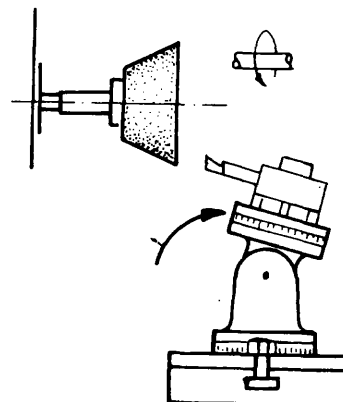

Fig. 5
- a Posicione la cara frontal (fig. 5).